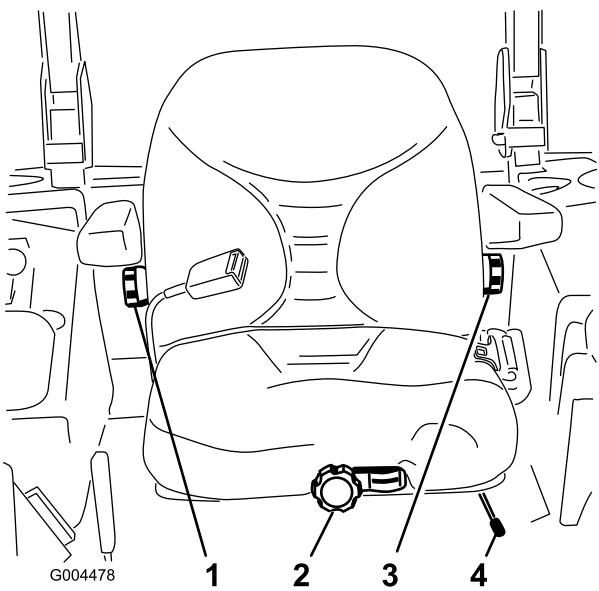

Figura 35
1. Para ajustar, desloque a alavanca para o lado e desbloqueie o banco (Figura 35).
Sem estar sentado no banco, rode o botão da frente numa das direcções para proporcionar o máximo conforto (Figura 35).
Para ajustar, rode o botão, sob o descanso do braço direito, numa das direcções para proporcionar o máximo conforto (Figura 35).
Para ajustar, rode o botão, sob o descanso do braço esquerdo, numa das direcções para proporcionar o máximo conforto (Figura 35).